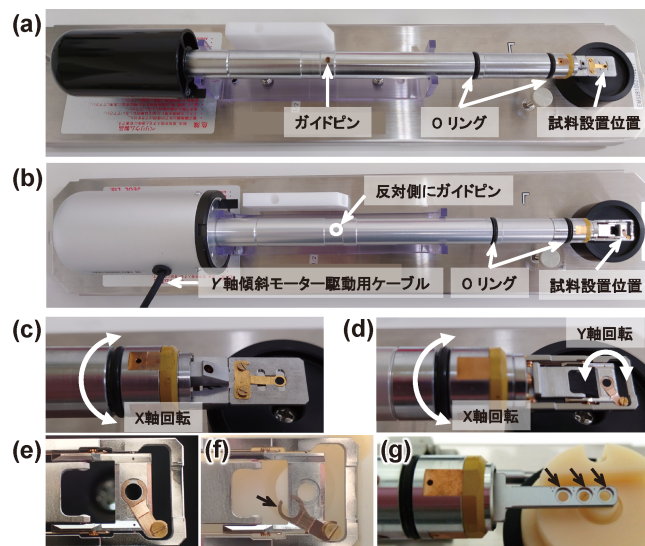

図 1 (a), (c) 一軸ホルダーの外観と試料設置部の拡大写真, (b), (d), (e), (f) 二軸ホルダーの外観と試料設置部の拡大写真. (f) は試料押さえ (図中矢印) をずらしている状態. (g) は試料を 3 個 (図中矢印位置) 設置できる一軸特殊ホルダー.
様々な仕様の試料ホルダー (以下、ホルダー) が用意されています。基本的なホルダーは、一軸 (傾斜) ホルダー (図 1 (a)) と二軸 (傾斜) ホルダー (図 1 (b)) です。図 1 (c) に示すように、一軸ホルダーはホルダー軸 (X 軸) を中心とした回転方向のみに試料を傾斜させることができ、図 1 (d) に示す二軸ホルダーでは、さらにその直角方向 (Y 軸) へも傾斜させることができます†1。試料を特定の結晶方位へ回転させる必要があるときには、二軸ホルダーを使用します。また、試料を複数設置できる図 1 (g) に示すような便利な特殊一軸ホルダーなども用意されています。基本的な取り扱いについては使用している TEM の取扱説明書を参考にしてください。ここでは、その他に配慮すべき点について説明していきます。
つけて作業するのが簡単で確実です。作業時の服装にも配慮が必要です。糸くずの飛散を防ぐためにも作業着などの着用を勧めます (毛糸のセーターなどは避けましょう)。当然ですが、真空内に挿入される部分 (図 1 (a), (b) に示した O リングから先端までの範囲) には直接触れないようにしてください。試料を設置する前に、実体顕微鏡を用いて O リングに付着した埃や試料設置箇所の汚れを取り除きます。他の利用者が用いた試料の汚れなどが、付着していることがありますので要注意です。
†1 図 1 (b) に示すように二軸ホルダーには Y 軸傾斜のためのモーター駆動用ケーブルが付属しています。このコードに不必要なねじりを与えてコネクターに挿入すると、試料がドリフトする原因になりますので注意してください。
**試料上下面の反転について：**仕様にもよりますが、TEMへのホルダー挿入は以下のような手順で行います。ホルダーには挿入時の回転位置を合わせるためのガイドピンがついています(図1(a))。ホルダーをTEMに挿入するときには、このガイドピンをゴニオに設置されている挿入口位置に合わせて挿入します(図2(a))。その後、予備排気を行い、図2(b)に示すように、二段階の回転操作を行いながらホルダーを挿入します。一段階目の回転を行うと、ガイドピンが内部のガイドに当たり回転が止まります。この回転位置では、ガイドピンがさらに奥に進めるような構造になっているため、ホルダーは大気圧に押されて鏡筒内へと自動的に引き込まれます。そして二段階目の回転を行い、所定の角度になると、一段階目と同様に鏡体内へ引き込まれ、ホルダー先端部が対物レンズのギャップ内へ引き込まれます(二段階目のホルダー回転時には、ガイドピンで内部のバルブを回転させます。このため一段階目よりも、ホルダー回転時に抵抗を感じま
さて、挿入時にホルダーを回転させますので、ガイドピンの位置によっては、試料設置面が反転するホルダーも存在します。例えば、図1(a)に示した一軸ホルダーの場合には、ガイドピンが試料上面方向についています。このガイドピンを図2(a)のガイドピン挿入口の位置に合わせてホルダーを挿入する時点で、ホルダーの試料上面は、図2(a)の写真に向かって左側を向いた状態です。この状態から上述した二段階の回転操作を図2(b)に示すように行くと、ホルダーの試料上面は右回りに最終的に90°回転しますので、挿入前と挿入後では試料設置面の上下方向は変わりません(試料面上方は電子銃の方を向いています)。一方、図1(b)に示した二軸ホルダーの場合には、ガイドピンがホルダー軸の裏面についています(一軸ホルダーのガイドピンの位置に対して180°反対側です)。そのため、ホルダーの試料上面は、ゴニオメーターに挿入する時点で、右方向を向いていることとなります。その結果、挿入後には試料上面が下方向に向くこととなります13。試料の観察方向(試料に対する電子線の入射方向)が重要である場合は、試料の上下面(表と裏)を考慮して設置する必要があります。
図 3 (a) ホルダー挿入口と EDS 検出器の位置関係を示す写真、(b) 電子銃側から見下ろした時のホルダーと EDS 検出器の位置関係の模式図。EDS 検出器の方向は、(b) に示すようにホルダーに対して右側 90 度方向に位置しています。この位置関係は、図 1 に示したホルダー写真において、一軸ホルダーの場合には下方向 (図 1(a))、二軸ホルダーの場合には上方向 (図 1(b)) になります (ただし、用いている機種や仕様によります)。試料設置箇所から EDS 検出器に向けた方向に、X 線を遮るような障害物などがないように配慮することが必要です。